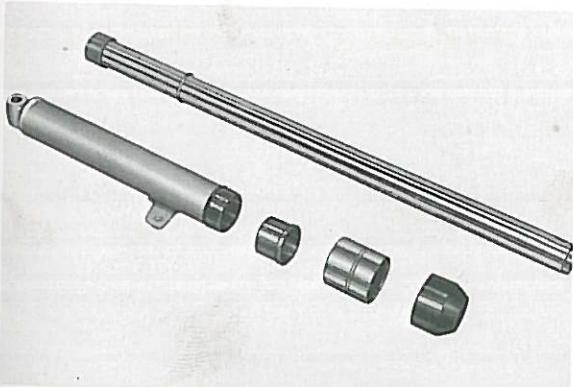

Fig. 5-6-4
4. Remove slide metal and inner tube from outer tube. (Fig. 5-6-4)
4. Sortir la bague antifrication et le tube intérieur du tube extérieur. (Fig. 5-6-4)
4. Gleitstück und inneres Gabelrohr aus dem äußeren Rohr herausnehmen. (Fig. 5-6-4)